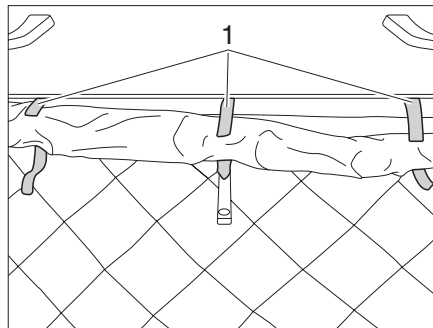

Fig. 32 Ouvrir les fermetures à velcro
► Ouvrir les trois fermetures à velcro (Fig. 32,1) du soufflet en tissu.
- ▶ Enrouler soigneusement le soufflet en tissu dans la zone de verrouillage et le fixer à l'aide de trois fermetures Velcro (Fig. 32,1).